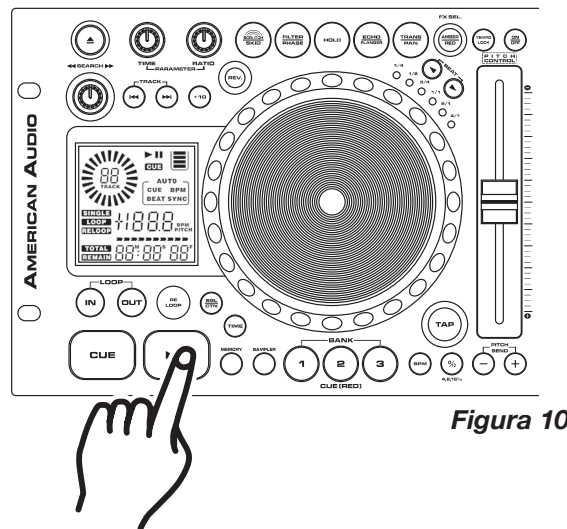
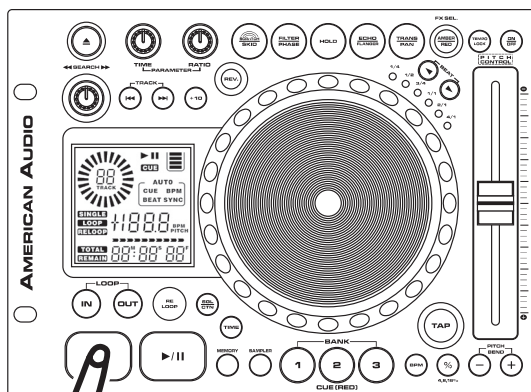

Figura 10
Figura 11
### 3. INICIO DE LA REPRODUCCIÓN - Figura 10
### 6. PAUSA - Figura 10
Esta función permite pasar una pista cuadro por cuadro y así encontrar y establecer un punto de referencia, muestra o rulo. Para emplear esta alternativa primero se debe pasar a modo de pausa (ver sección 5) o modo de referencia (ver sección 9) y a continuación girar la rueda de búsqueda JOG WHEEL (20) para desplazarse a través de una pista (Figura 12). Al girar la rueda en el sentido de las agujas del reloj, la búsqueda por cuadros se realiza hacia adelante; por el contrario, si la rueda se gira en sentido inverso al de las agujas del reloj, la búsqueda por cuadros se realiza hacia atrás. Cuando se utiliza la rueda de búsqueda (20), la función de monitoreo (nivel de auricular) permite oír los cuadros que se van pasando. Una vez encontrado el punto de inicio deseado, puede establecerse un punto de referencia (inicial) presionando el BOTÓN PLAY/PAUSE (32), como se indica en la Figura 10. Al pulsar el BOTÓN CUE (33), como se ilustra en la Figura 11, se vuelve al punto inicial que acababa de fijarse.